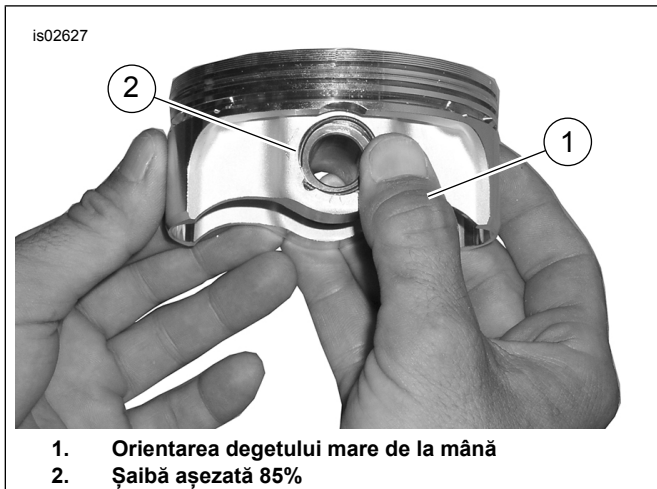

Figura 4. Montare șaibă
2. Consultați Figura 4 . Poziționați degetul mare de la mână (1) așa cum se arată. Apăsați ferm până când aproximativ 85% din șaiabă (2) este așezată în canelură.